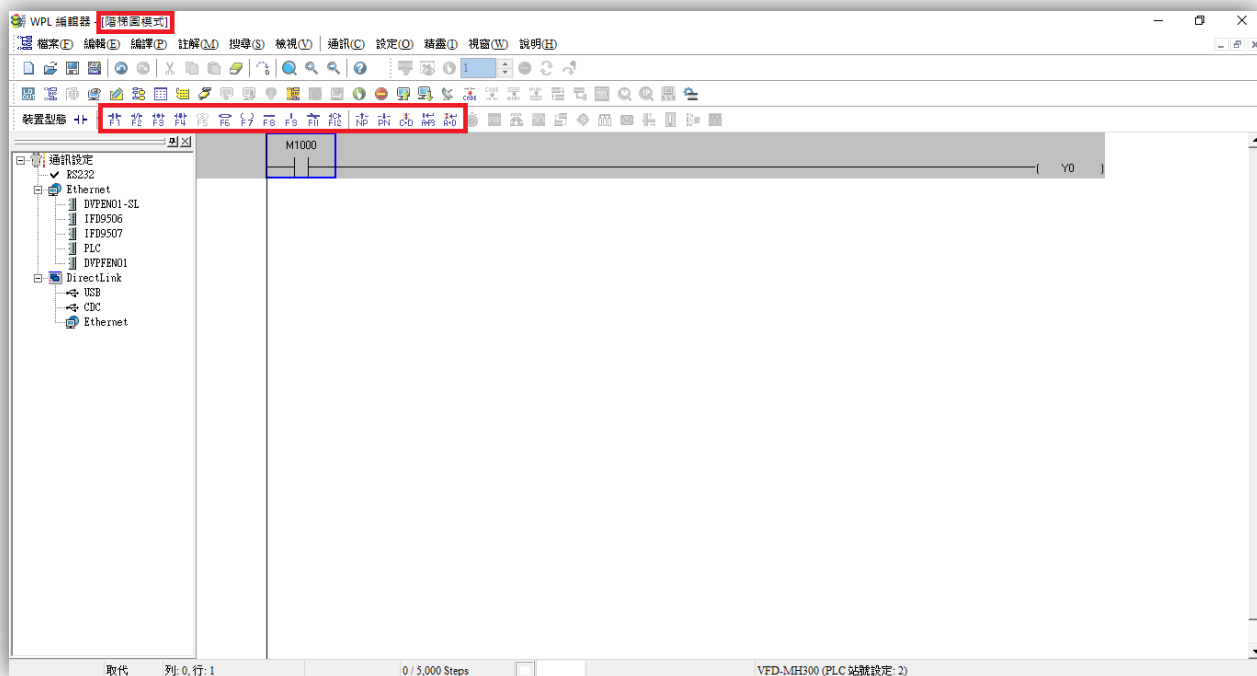

图 16-16
**注记：** 在阶梯图模式中可利用阶梯图工具栏中的按钮 (如下图 16-16 所示) 进行编辑程序。